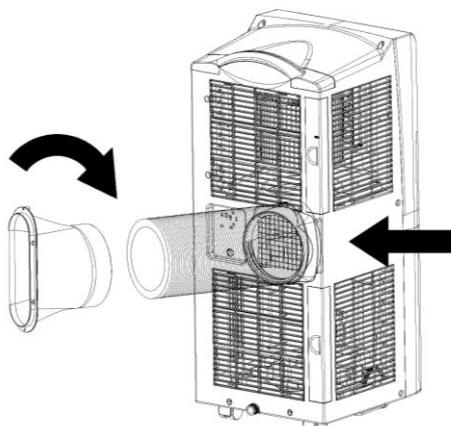

Abbildung 1
#### 1.1 Installieren Sie die Wärmerohrbaugruppe (wie in Abb.1)
- 2) Stecken Sie die Wärmerohrbaugruppe (das Ende der Abluftverbindung) in den rückseitigen Lüftungsschlitz (nach links drücken) und vervollständigen Sie die Einheit (wie in Abbildung 1 dargestellt).